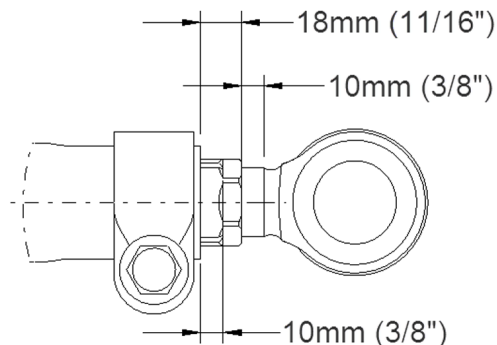

FIGURE 12
15. Régler la bague d'ajustement selon les valeurs de la FIGURE 12.